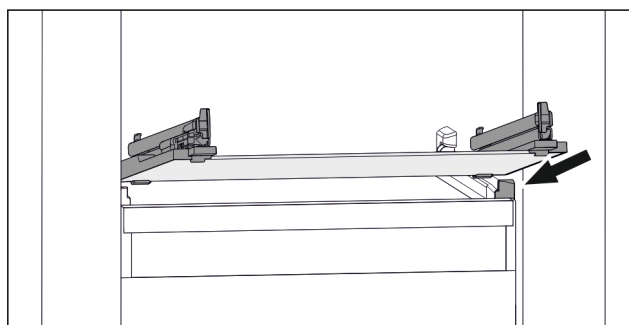

Fig. 109 Примерно изображение на стъклената плоча
- Поставете стъклената плоча под ъгъл зад ограничителите. (виж Fig. 109)